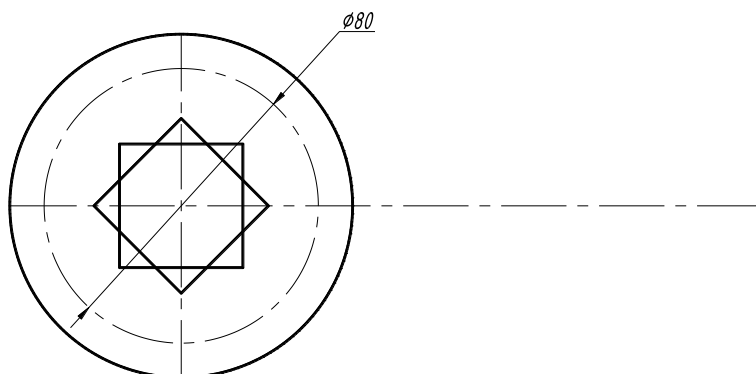

Рис. 3.3
6. Многоугольник поверните на 45° , используя команду «Повернуть» (рис.3.3).